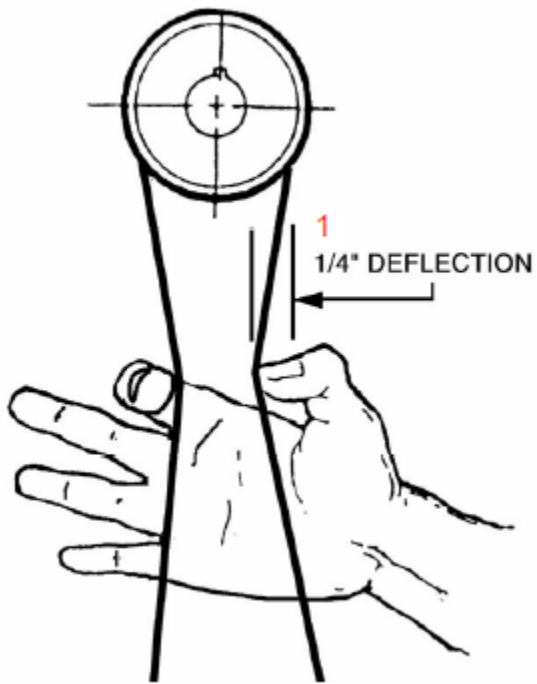

Рис. 10:1 – прогиб 6,4 мм
2. Проверить натяжение ремня. Надлежащее натяжение обеспечивается при прогибе ремня приблизительно на 6,4 мм по центру межосевого расстояния шкивов при приложении в этой точке слабого усилия (рис. 10).